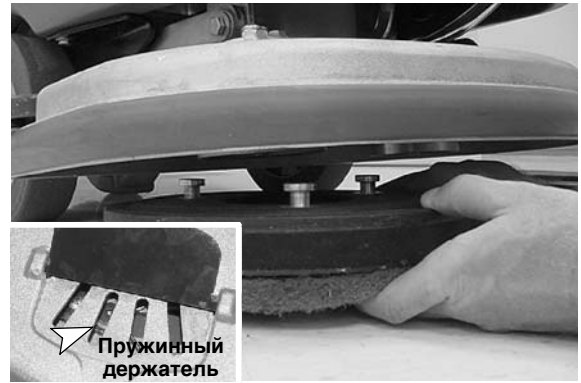

РИС. 9
4. Выровняйте крепежные штыри привода прокладок в выемках ступицы двигателя и быстро поверните для зацепления пружинного держателя (Рисунок 9).